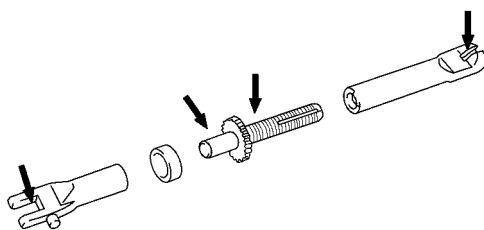

图 15-109 在调整器上涂敷耐高温润滑脂
(5) 在调整器上涂敷耐高温润滑脂。如图 15-109 箭头所示。